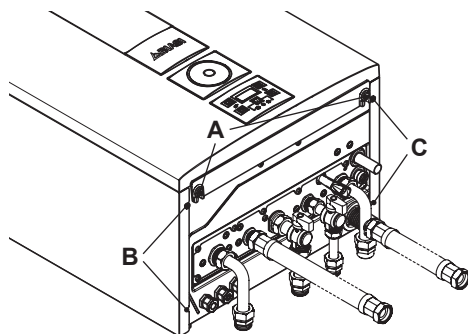
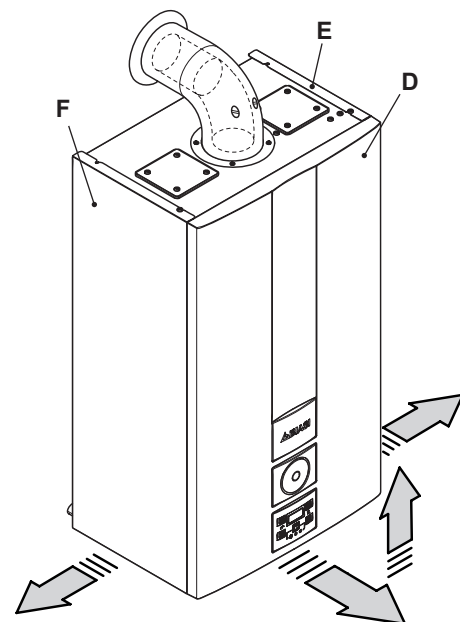

Figura 9.5
Figura 9.6
- Svitare le viti **A** e rimuovere il pannello frontale **D** tirandolo a sé e quindi spingendolo verso l'alto in modo da liberarlo dalle sedi superiori (Figura 9.5 e Figura 9.6).
Allentare la viti **B** e **C** in Figura 9.5 e togliere i due pannelli laterali **E** ed **F** tirandoli verso l'esterno.
- Bloccare il pannello frontale **D** con le apposite viti **A** (Figura 9.5).